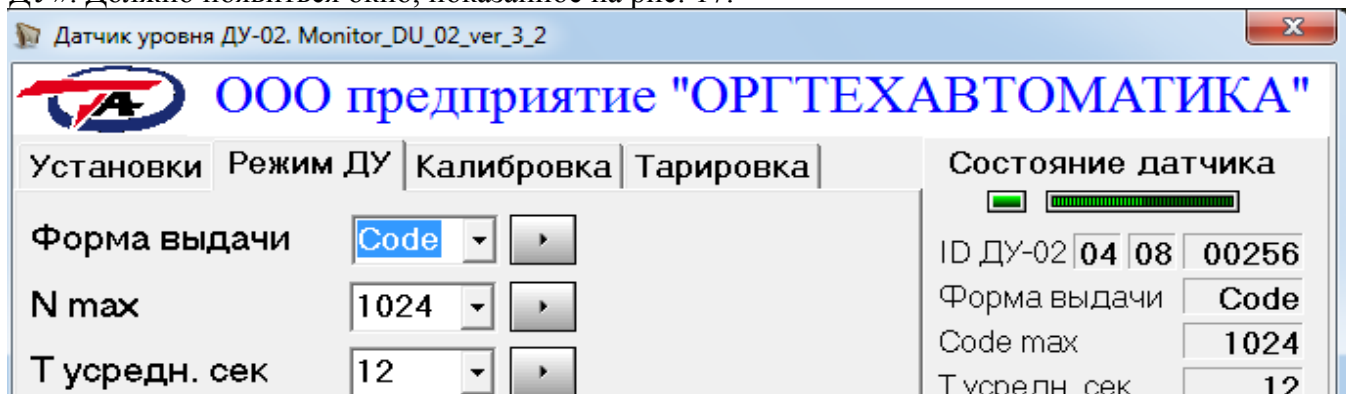

Рис. 17 Фрагмент окна ПО «Режим ДУ»
5.3 Для изменения параметров штатного режима работы необходимо в меню, расположенном в верхней строке окна монитора для работы с датчиком ДУ-02, выбрать «Режим ДУ». Должно появиться окно, показанное на рис. 17.